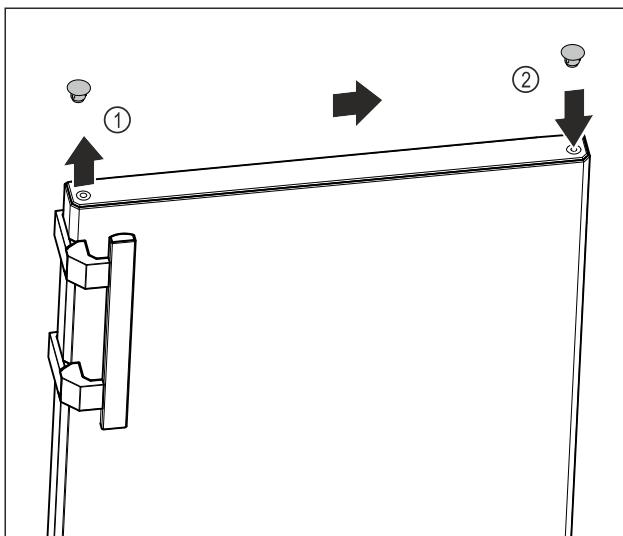

Fig. 14
- Viršutinės durų pusės dengiamajį kamštį Fig. 14 (1) atsargiai pakelkite išdrožiniu atsuktuviu.
- Įstatykite dengiamajį kamštį priešingoje pusėje. Fig. 14 (2)